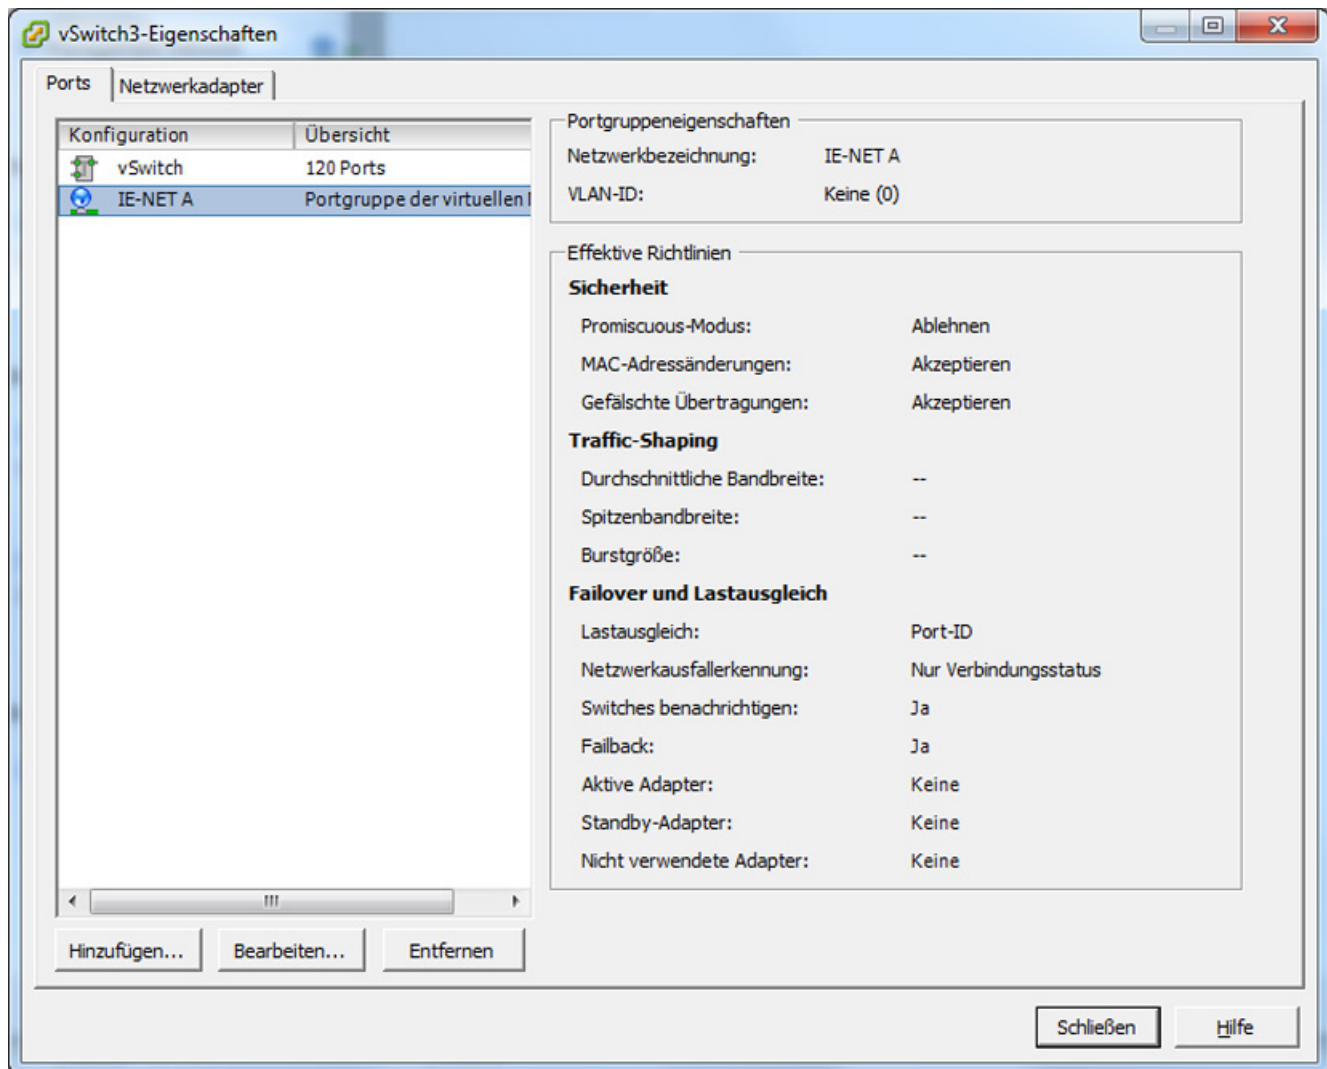

Bild 4-1 Portgruppe in den Eigenschaften des vSwitch auswählen
6. Wählen Sie links im Menü die Portgruppe für das angelegte Netzwerk (die Einstellungen stehen in der rechten Spalte, siehe Bild 4-1).